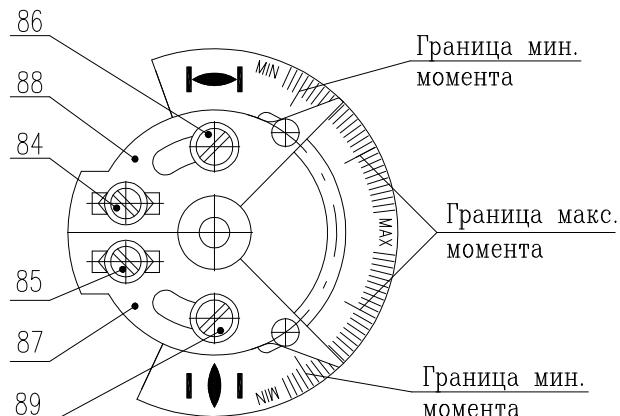

Рис.4
Проверка моментных выключателей (рис. 4,5). При движении прибора в направлении « закрыто » и при подключенных моментных выключателях для «моментного переключения» переключить контакты выключателя S2 путем нажатия выключающего контакта (24) (рис. 5) соответствующего выключателя. При правильном подсоединении прибор должен остановиться. При подключении моментных выключателей для «сигнализации» будет наблюдаться только сигнализация на коробке управления панели.
- моментное колесо (рис. 4)
Моментное колесо (рис. 4) укреплено на моментном валике выходящем от силовой передачи (рис. 2). Угол поворота моментного колеса пропорционален крутящему моменту на выходном вале прибора. Его величина устанавливается перестановкой сегментов (17) и передвижением упоров (18) (рис. 4). Достигнутая величина крутящего момента переносится от моментного колеса на моментное устройство (9) при помощи моментного рычажка (42) (рис. 5).
Перестановка момента выключения с помощью сегмента(17), (Рис. 4), возможно выполнить только в рамках отмеченного интервала MIN – MAX на моментном диске в соответствующем диапазоне моментов прибора.